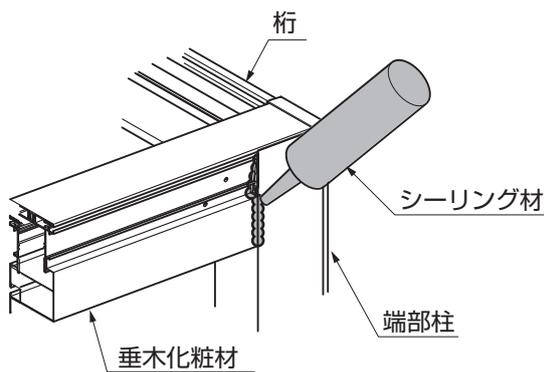

図14-4
- ①垂木化粧材を垂木、妻垂木に、【1-6】で取付けてください。
- ②妻垂木、垂木化粧材と端部柱の接合部を、シーリングしてください。(図14-4参照)
- 指定の箇所には、必ず雨水侵入防止のため、シーリングをしてください。(図14-4参照)